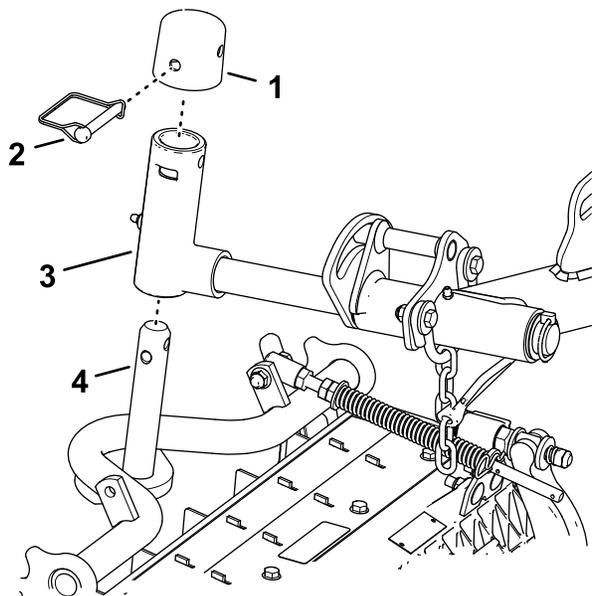

Figura 25
1. Infilate un apparato di taglio sotto il braccio di sollevamento (Figura 25).
—Bloccate i perni dell'apparato di taglio per impedire la rotazione in discesa degli apparati di taglio durante il taglio su un versante collinare. Utilizzate il foro nell'albero del perno del braccio di sollevamento (Figura 25) per bloccare l'apparato di taglio. Utilizzate l'asola per un apparato di taglio con volante.